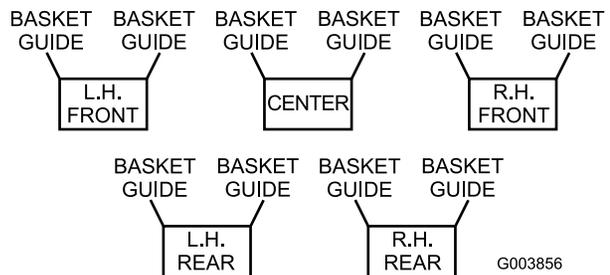
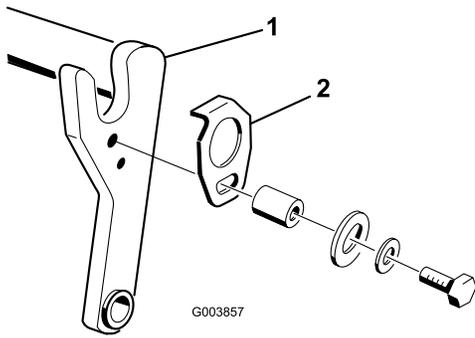
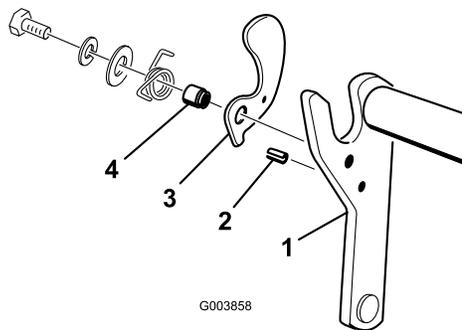

Figure 6
Figure 7
Figure 8
- Si vous utilisez des bacs à herbe sur les plateaux de coupe, reportez-vous au schéma ci-dessous (Figure 6) pour déterminer les emplacements de montage des guides sur le bâti porteur des plateaux de coupe. Si vous n'utilisez pas de bacs à herbe, passez à l'étape 4.
- Montez un guide de bac (Figure 7) du côté approprié du bâti porteur de chaque plateau de coupe (Figure 8) au moyen d'un boulon (5/16 x 1-3/4 pouce), d'une rondelle plate et d'une rondelle-frein ou des fixations retirées précédemment, comme indiqué à la Figure 7.
4. Placez une goupille cylindrique (Figure 8) dans le trou du côté approprié du bâti porteur de chaque plateau de coupe (Figure 6).